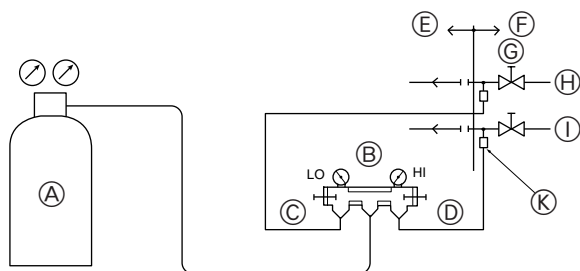

Fig. 5-9
① Test voor luchtdichtheid (Fig. 5-9)